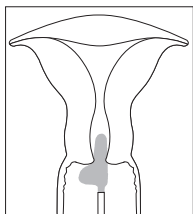

Рисунок 1
3. Утримуючи FLOQSwabs® за стрижень, вставте наконечник тампона (довшу частину L) в канал шийки матки, залишивши назовні ширшу частину тампона (короткий відрізок L). Див. рис. 1